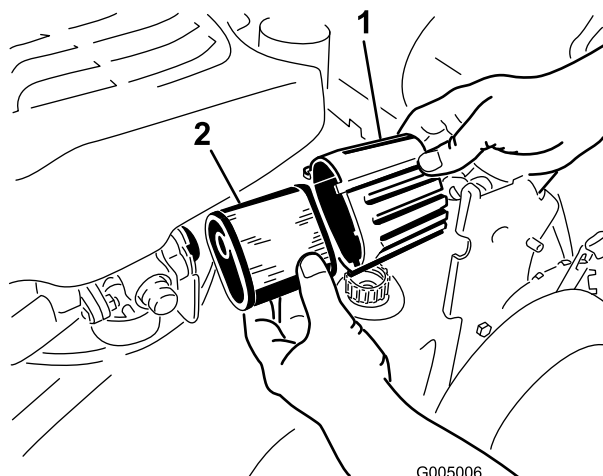

Figure 20
2. Tournez le couvercle du filtre à air pour le déposer (Figure 20).